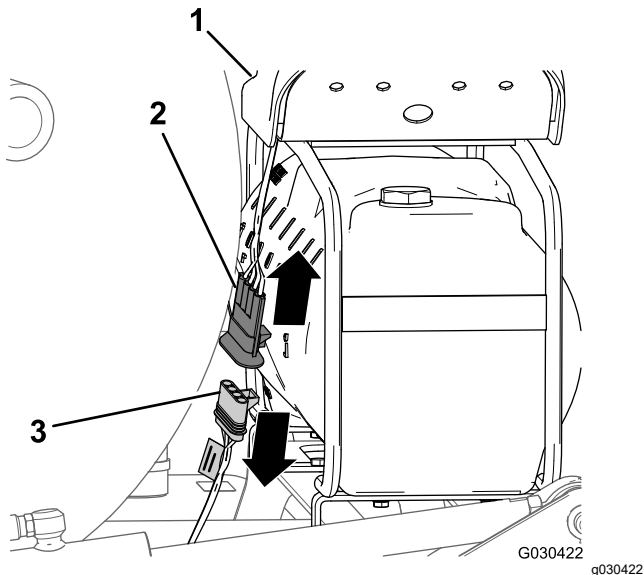

Figura 4
1. En la parte trasera del depósito del marcador de espuma, localice el arnés de cables del compresor (Figura 4).
2. Desconecte el conector de 4 pines del arnés del compresor del conector hembra de 4 vías del arnés de cables trasero de la máquina (Figura 4).